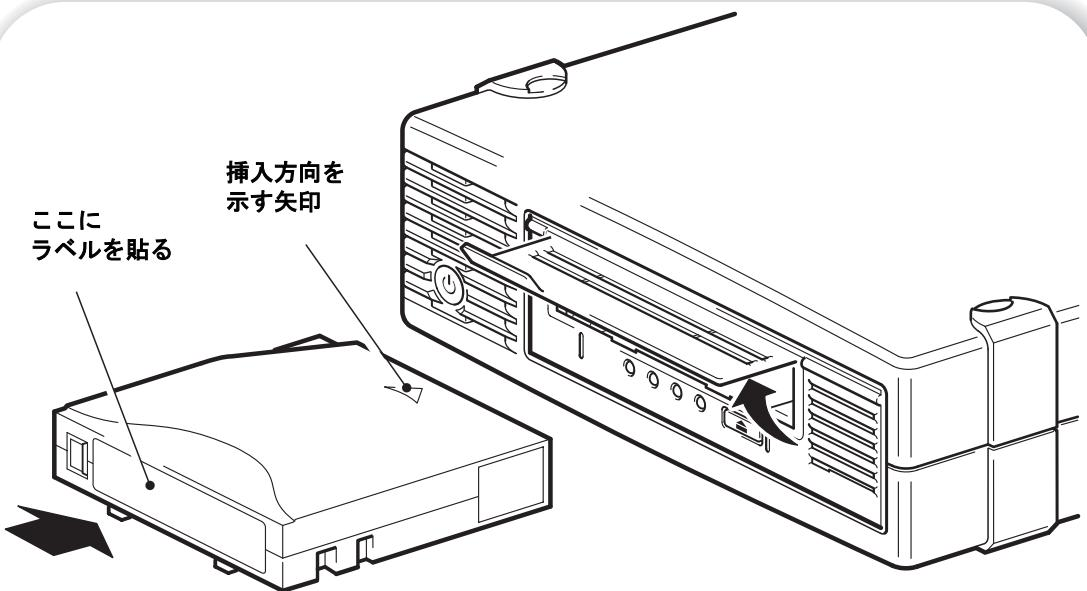

図 7a: カートリッジのロード
- 1 印がついている面が上に来るようカートリッジを持ち、ドライブの前面にあるスロットに白色の矢印の方向にカートリッジの入り口を持ち上げて、挿入します。カートリッジがロードされ始めるまで、静かに押込みます (図 7a を参照)。